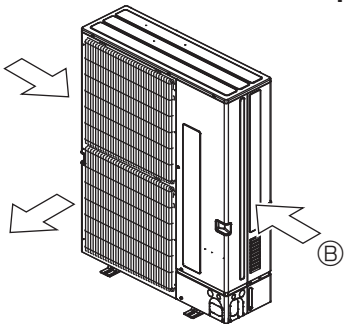

Fig. 2-4
- 3 Coloque la unidad de manera que la salida de aire sople en dirección perpendicular a la dirección estacional del viento, si la conoce. (Fig. 2-4)